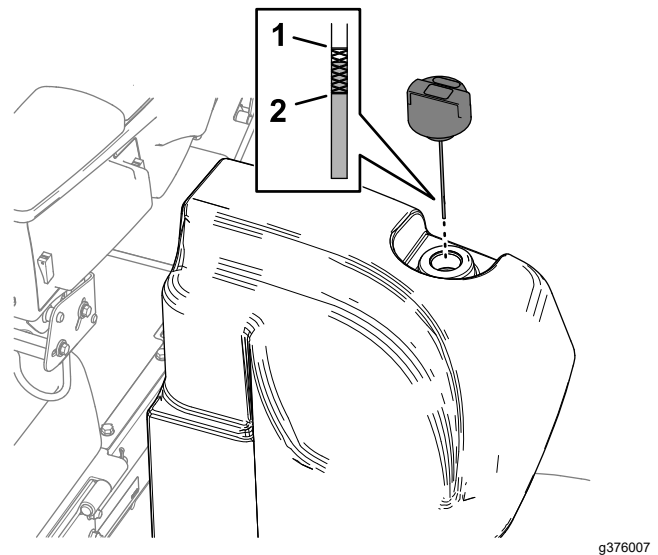

Figura 116
2. Limpie la zona alrededor del cuello de llenado y el tapón del depósito hidráulico (Figura 116).